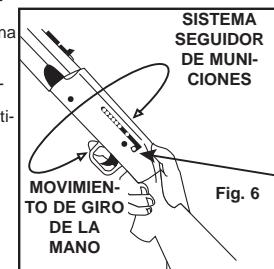

Fig. 6
- Con un movimiento de giro de la mano, agite y gire el rifle de aire hasta que TODAS las municiones hayan salido del cargador visual. (Fig. 6)